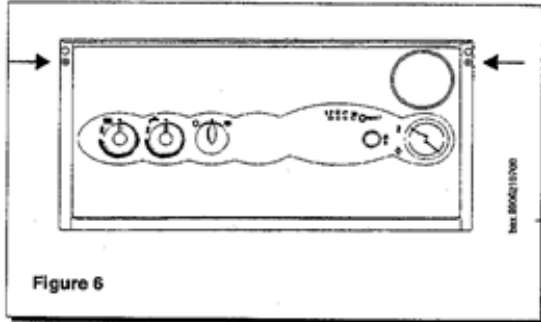

Figure 6
- dévisser les deux vis qui fixent le tableau de commande à la chaudière (Figure 6);
- enlever les deux vis qui fixent le tableau de commande à la chaudière puis le faire basculer vers le bas (figure 6 de la page 9);